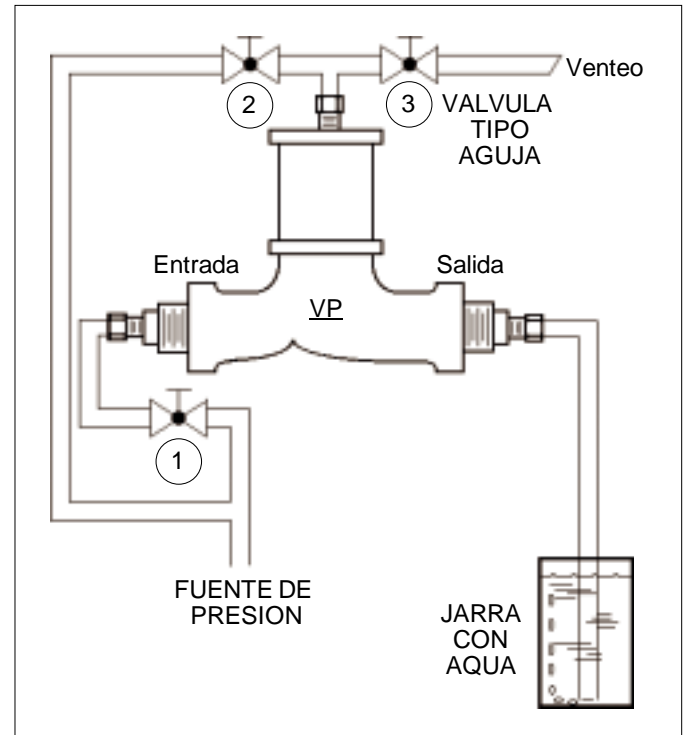

Figura 5: Válvula Principal - Prueba de Escape
1. Separe la válvula piloto (VP) de la válvula principal (VR). Ver la sección VI. Sub-sección B.
3. Instale tres mangueras temporalmente, con válvulas de aguja tipo instrumentación para cierre hermético; tapa-entrada del cilindro, venteo y entrada principal a el cuerpo de la válvula. Ver la Figura 5.